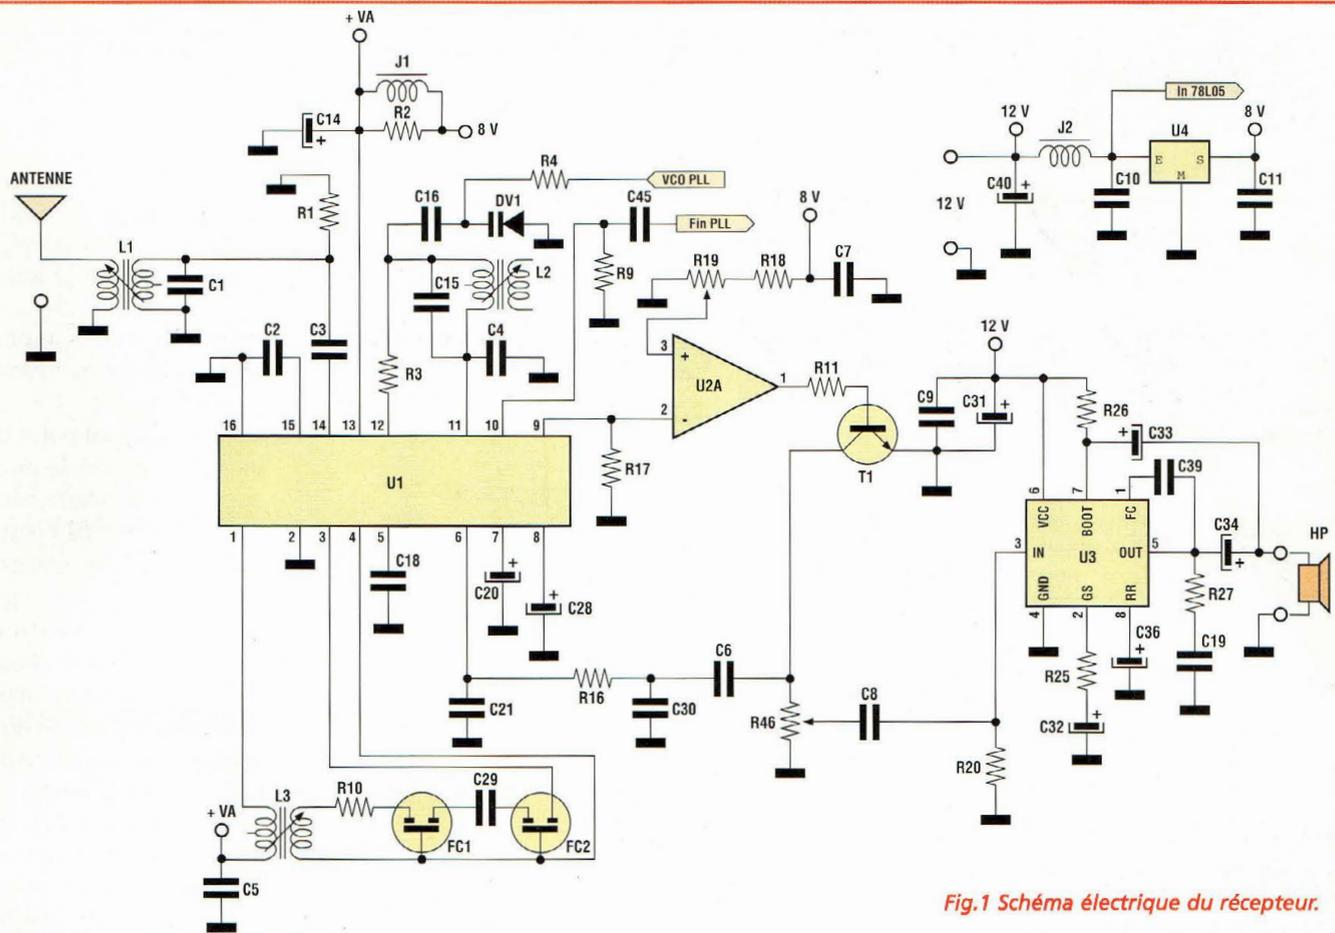

Fig.1 Schéma électrique du récepteur.
En fig.1, 2 et 3 sont reproduits les différents schémas électriques du récepteur. La fig.1 concerne l'étage réception basée sur le TDA 1072A, un circuit intégré récepteur qui couvre le domaine de fréquence compris entre 300 KHz et 50 MHz.
- gestion de l'étage oscillateur local, dont le schéma est reproduit en Fig.1, par le contrôle des données sérielles qui sont destinées au circuit PLL